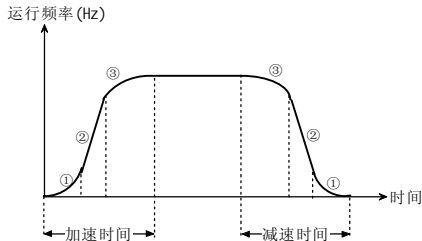

图 5-1-6 S 曲线加减速
S曲线起始段时间如图5-1-6中①所示，这里输出频率变化的斜率从0逐渐递增。
S曲线上段时间如图5-1-6中②所示，这里输出频率变化的斜率恒定。
S 曲线结束段时间如图 5-1-6 中③所示，这里输出频率变化的斜率逐渐递减到 0。